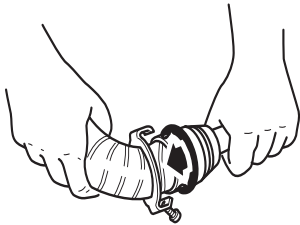

Fig. 27
- ▶ Cintrer le tuyau d'évacuation selon la situation de montage. L'extrémité du tuyau doit être droite sur au moins 2 cm et ne doit surtout pas être cintrée à cet endroit. Pour s'en assurer, il est possible d'utiliser la cintreuse pour tuyaux AE (n° d'art. 30030-33000), disponible en option, pour cintrer le tuyau d'évacuation (Fig. 27).